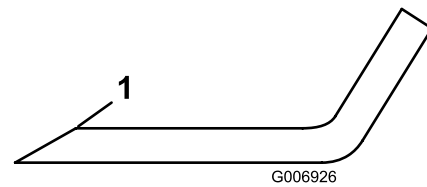

Figura 74
4. Inspeccione los filos de corte de todas las cuchillas. Afílelos si están romos o tienen mellas, afílelos únicamente la parte superior del filo y mantenga el ángulo de corte original para asegurar un afilado correcto (Figura 74).